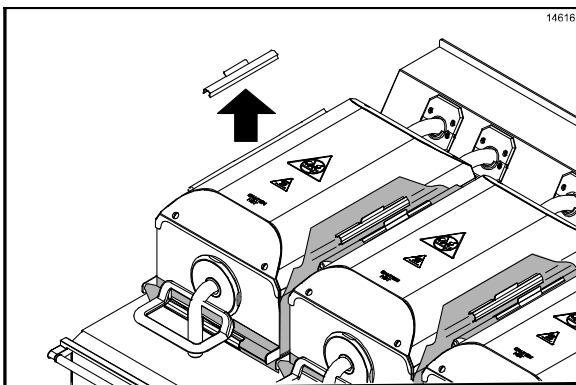

Abbildung 82
8. Die Trennfolienklammern, Haltestäbe und Trennfolien abnehmen. Die Klammern und Stäbe zu dem dreigeteilten Spülbecken bringen, abwaschen und nachspülen. Wenn nötig, die Teile in einer heißen Lösung von **SolidSense APSC** einweichen, um festhaftende Verkohlungspartikel abzulösen. (Siehe Abbildung 82.)